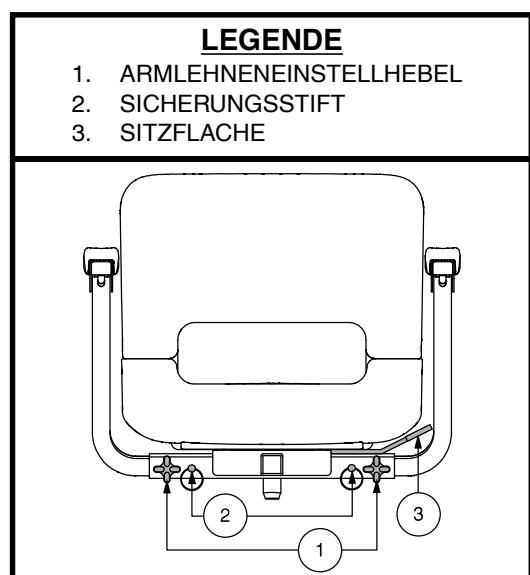

Abb. 19. Sitzeinstellungen – Stil A
1. Lösen Sie die Armlehneninstellhebel. Siehe Abb. 19.
1. Ein Verriegeln des Sitzes in einer von vier Positionen ist mit dem Sitzarretierungshebel möglich. Siehe Abb. 19 oder 20.